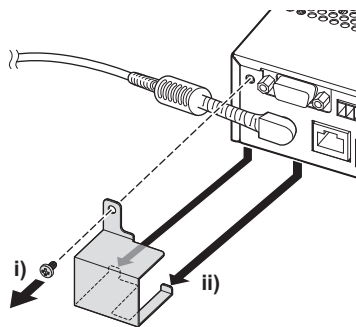

Abb. 1
- 2) Entfernen Sie die AC-Adapterhalterung. (Abb. 1)